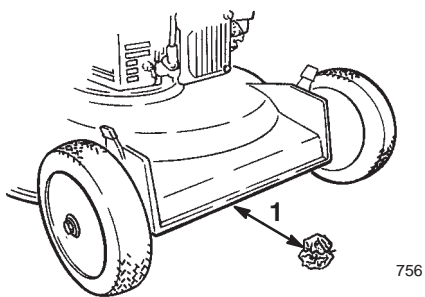

Figura 14
5. Tome media página de periódico y haga una bola con ella que sea lo suficientemente pequeña como para pasar por debajo de la plataforma (de unos 76 mm de diámetro) tal y como muestra la Figura 14.